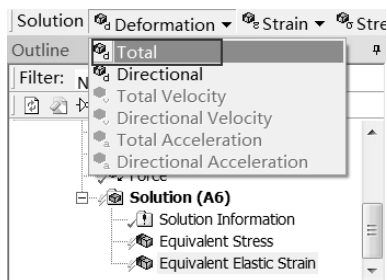

图 5-184 添加总变形选项
Step4：同 Step2，选择 Solution 工具栏中的 Deformation（变形） Total 命令，如图 5-184 所示，此时在分析树中会出现 Total Deformation（总变形）选项。